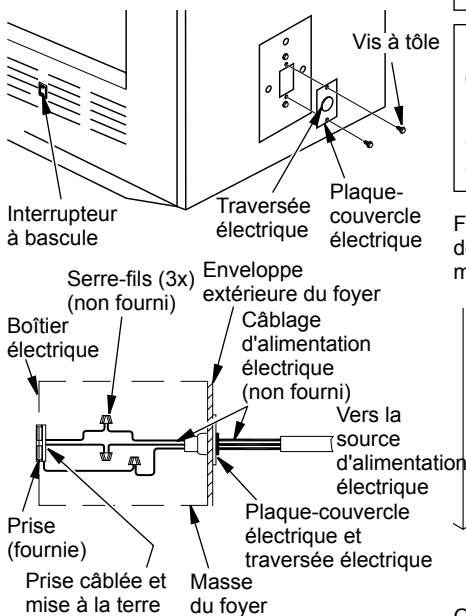

Figure 7 - Traversée électrique d'interrupteur de ventilateur
Un prêt-à-monter de ventilateur ou de souffleur pour ce foyer est offert en option (modèles à circulation uniquement). L'utilisation de ventilateurs ou de souffleurs autres que ceux qui sont fabriqués par DESA Heating, LLC annulent la garantie. Le ventilateur fonctionne en appuyant sur un interrupteur à bascule (voir figure 7) situé dans le coin inférieur droit de la façade du foyer. Le souffleur fonctionne en tournant un bouton de réglage (pas illustré).
Les raccordements électriques du prêt-à-monter de ventilateur et de souffleur se font par la plaque-couvercle électrique située sur le côté du foyer comme illustré à la figure 7.
1. Enlevez la plaque-couvercle électrique et sa traversée du foyer en enlevant les deux vis à tête comme illustré à la figure 7.
3. Faites glisser les raccordements électriques dans le boîtier électrique comme illustré à la figure 7.